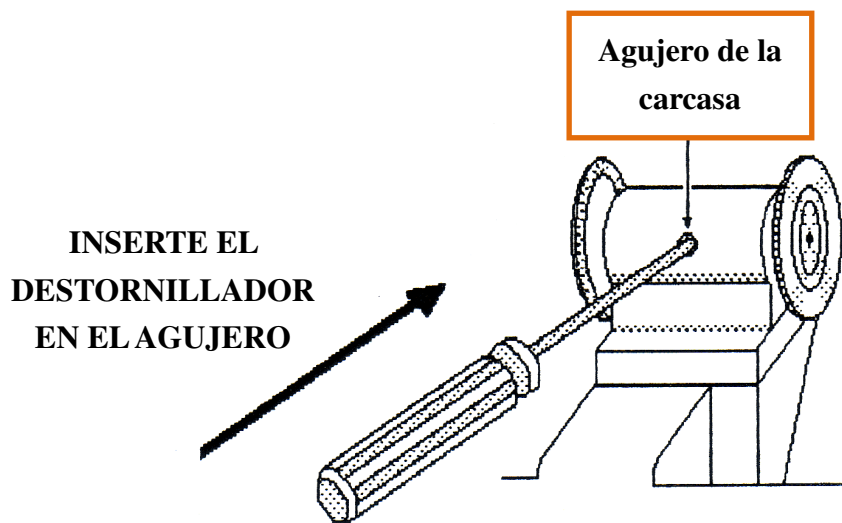
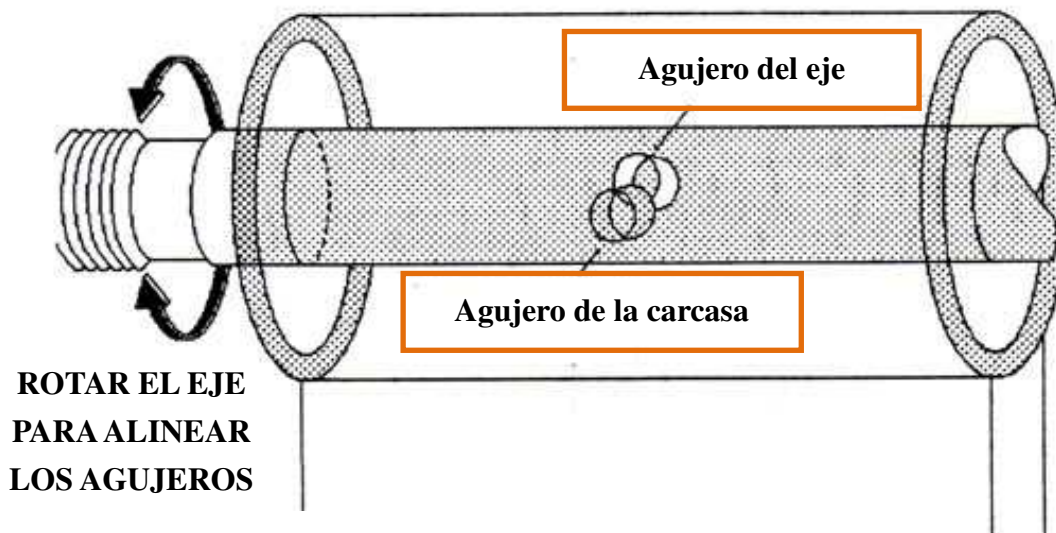

Figura 39
Figura 40
- 3) Bloquee el movimiento del eje de las fresas. Para ello, inserte un destornillador Phillips (u otro objeto similar) en el agujero de la carcasa situada entre la fresa izquierda y la fresa derecha (ver figura 39). Use el destornillador como sonda para localizar el agujero del eje (no visible) mientras gira el propio eje en cualquier dirección (puede girar el eje, por ejemplo, girando el cepillo eliminador de rebaba). Una vez tenga alineados ambos agujeros debe introducir totalmente el destornillador, de forma que éste atravesase completamente tanto el eje como la carcasa, lo que mantendrá el eje inmóvil al aflojar el tornillo (paso 4) (ver figura 40).